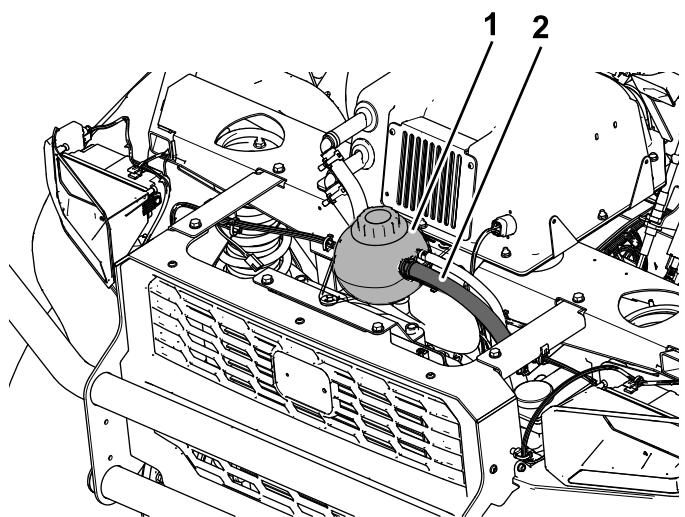

Figura 20
1. Desligue o tubo do líquido de arrefecimento existente do lado do depósito do líquido de arrefecimento (Figura 20) e encurte o tubo em 23 cm.